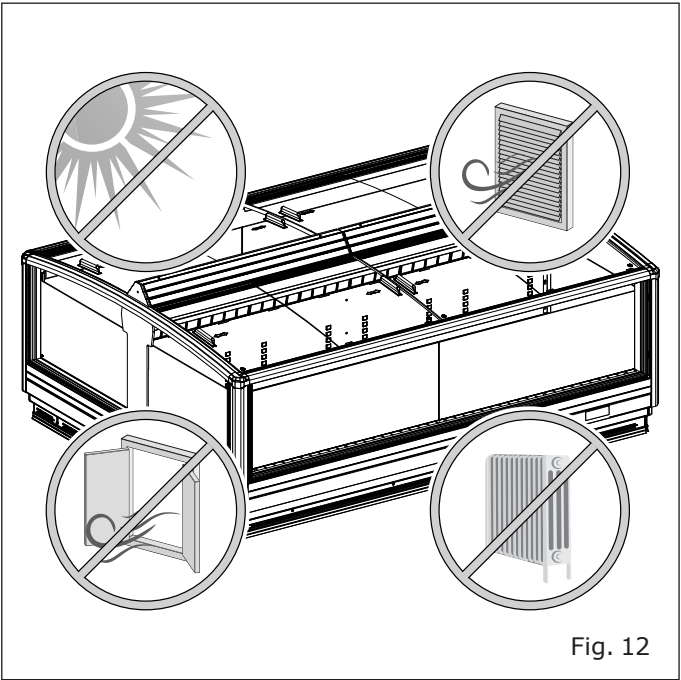

Fig. 12
- Lejos de fuentes de calor, luz solar directa, puertas, ventanas, ventiladores y rejillas de ventilación ("Fig. 12").